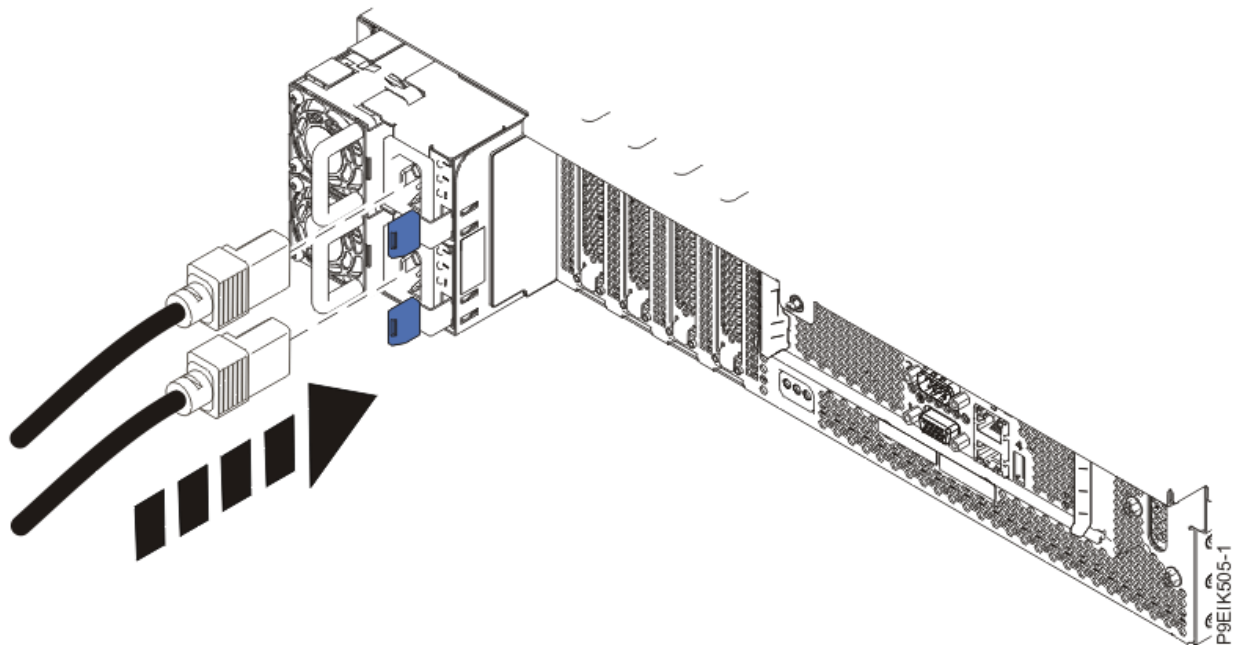

Figure 50. Branchement des cordons d'alimentation au système
2. A l'aide des étiquettes, reconnectez les cordons d'alimentation à l'unité centrale comme indiqué dans la Figure 50, à la page 93.